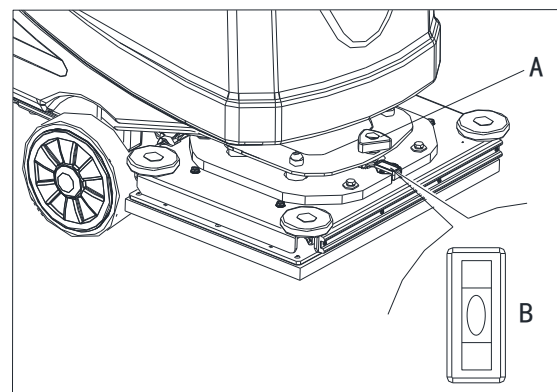

Figura 8.1
2. Ajuste el nivel de la cubierta orbital ajustando la manija (A, Figura 8.1). con la burbuja en el medio (B Figura 8.1).